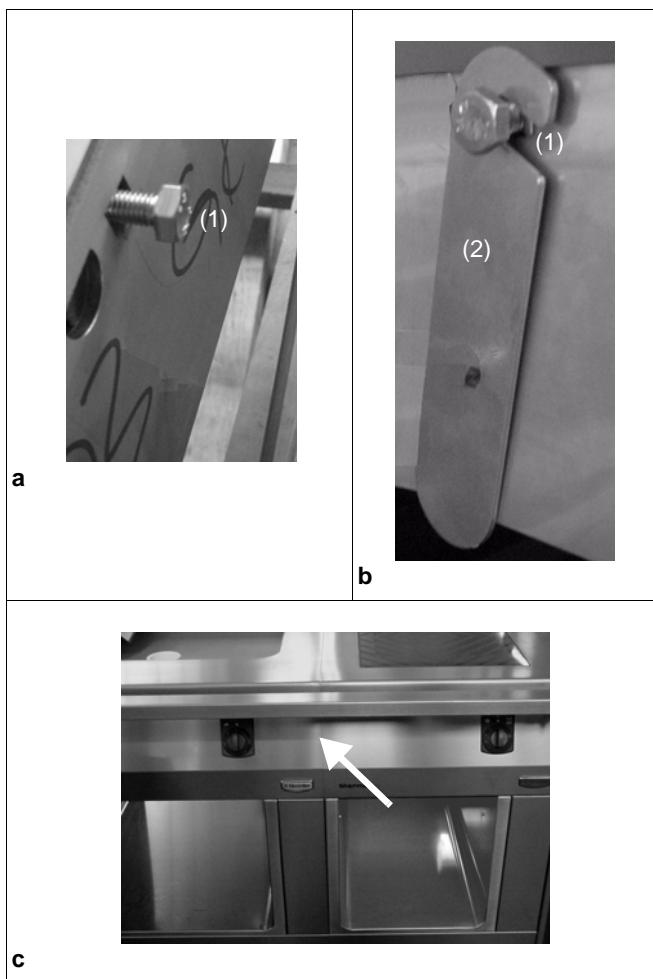
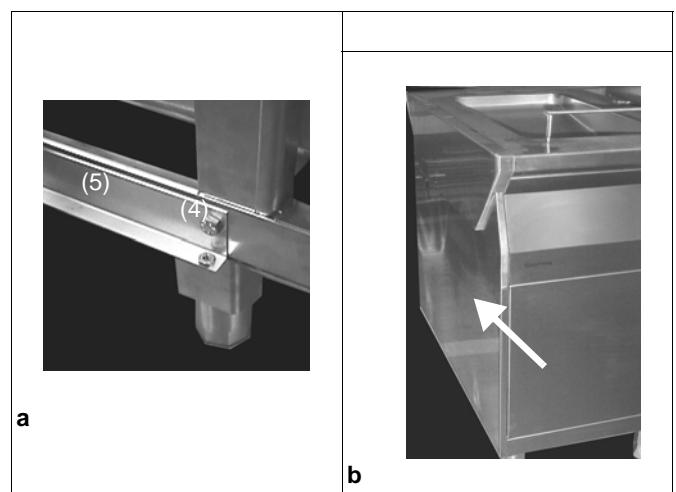

Fig.1 Collegamento laterale
Fig.2 Montaggio della parete laterale
Il kit di collegamento è costituito da due dadi in gabbia premontati (1 / Fig. 1) nel lato destro dell'apparecchio, da viti a testa esagonale M8x25 (1 / Fig. 1) e da linguette (2 / Fig. 1),
- ⇒ Avvitare la vite (1 / Fig.1) nel dado in gabbia a una profondità di circa 5 mm.
- ⇒ Applicare all'interno la linguetta (2 / Fig.1) nella piastra di collegamento sinistra del secondo apparecchio.
Il kit di collegamento è costituito da due viti a testa esagonale M8x25 (1 / Fig. 1), da bulloni con anello d'arresto (2 / Fig.1), da linguette (3 / Fig.1), da viti a testa esagonale M8x16 con rosette elastiche con dentatura sovrapposta e dadi esagonali M8, da viti a testa esagonale M5 con rosette elastiche con dentatura sovrapposta (4 / Fig.2) e da una staffa di fissaggio (5 / Fig. 2).
- ⇒ Fissare la staffa di fissaggio (5 / Fig. 2b) sotto al telaio con le viti, le rosette elastiche con dentatura sovrapposta e i dadi. (4 / Fig. 2).